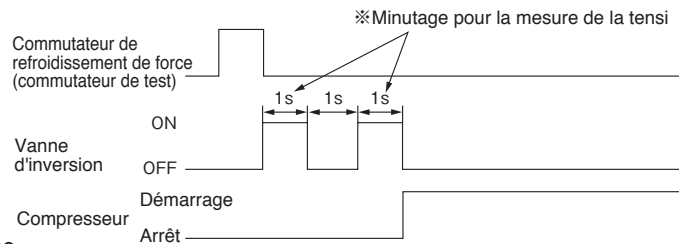

Fig. 3-1
- L'appareil est excité deux fois à incrément d'1 seconde comme indiqué sur la Fig. 3-1, en commençant immédiatement après le démarrage du compresseur.
- Pendant le refroidissement de force, l'appareil est excité deux fois par incréments de 1 seconde comme indiqué sur la Fig. 3-1, en commençant immédiatement après l'activation du commutateur de refroidissement de force.